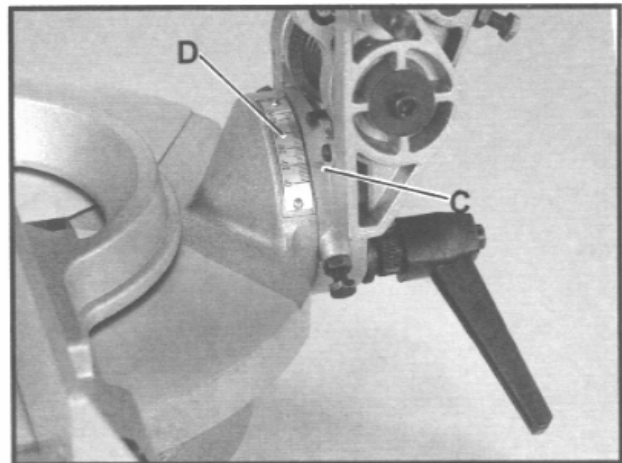

Fig. 17
Die gewünschte Gehrung ist mittels dem Pfeil (C) Fig. 17 und der Skala (D) abzulesen. Positive Anschläge sind bei 90° und 45° angebracht. Deren Einstellung ist im Abschnitt "Einstellen der Kappgehrungs-Anschläge" beschrieben.